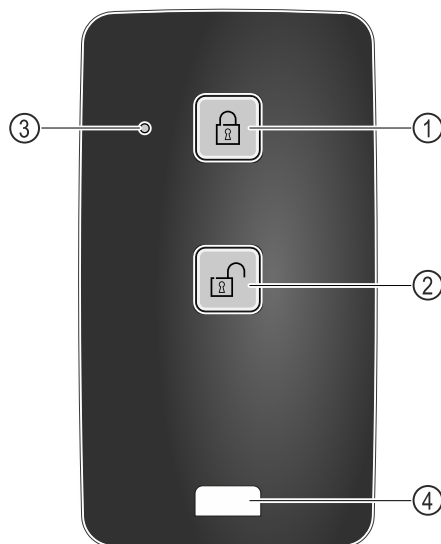

Fig. 219
- Pritisnite tipku Fig. 219 (1) na daljinskom upravljaču.
- Pritisnite tipku Fig. 219 (2) na daljinskom upravljaču.
- Žaruljica stanja Fig. 219 (3) daje vizualnu povratnu informaciju kada se neka tipka pritisne.
- Uporabite očicu Fig. 219 (4) za vezanje daljinskog upravljača, na primjer na snop ključeva.